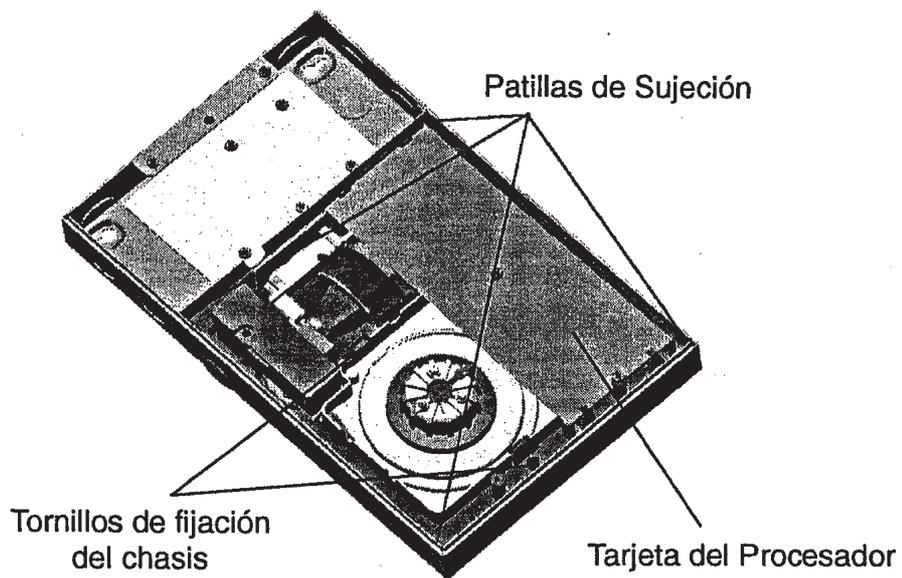

Figura 3. Patillas y tornillos de fijación del chasis a la caja de montaje.
6. Fijar el Detector a la pared insertando un tornillo en el agujero inferior de la Tarjeta de Terminales. Ver Figura 3.